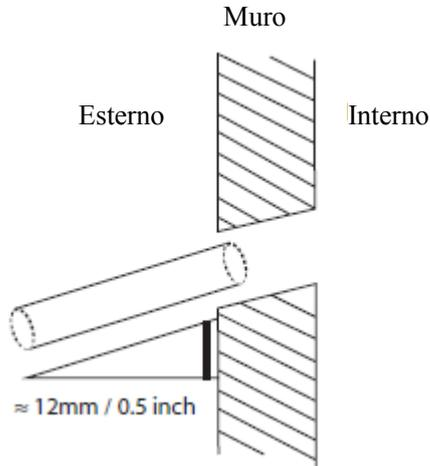

Fig.6.5
- Usare una carotatrice di 65 mm (2.5"), fare un foro nel muro. Assicurati che il foro sia eseguito con una leggera angolazione verso il basso, così che la parte terminale esterna del foro sia più bassa di 12 mm (0.5") dalla parte terminale interna. Ciò garantirà un appropriato drenaggio dell'acqua (vedi Fig. 6.5). Poni la guaina protettiva del muro nel foro. Ciò proteggerà i bordi del buco e aiuterà a sigillarlo quando finirai la procedura d'installazione.